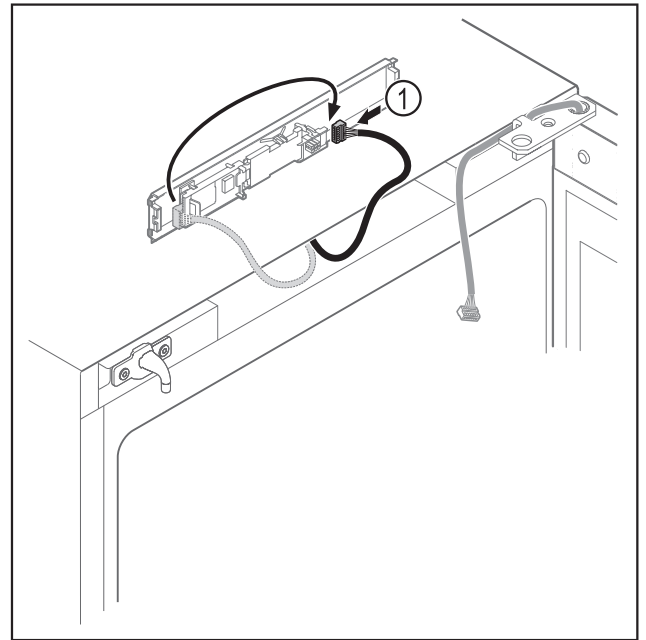

Fig. 19
- Scambiare la posizione del connettore Fig. 19 (1) sulla scheda.